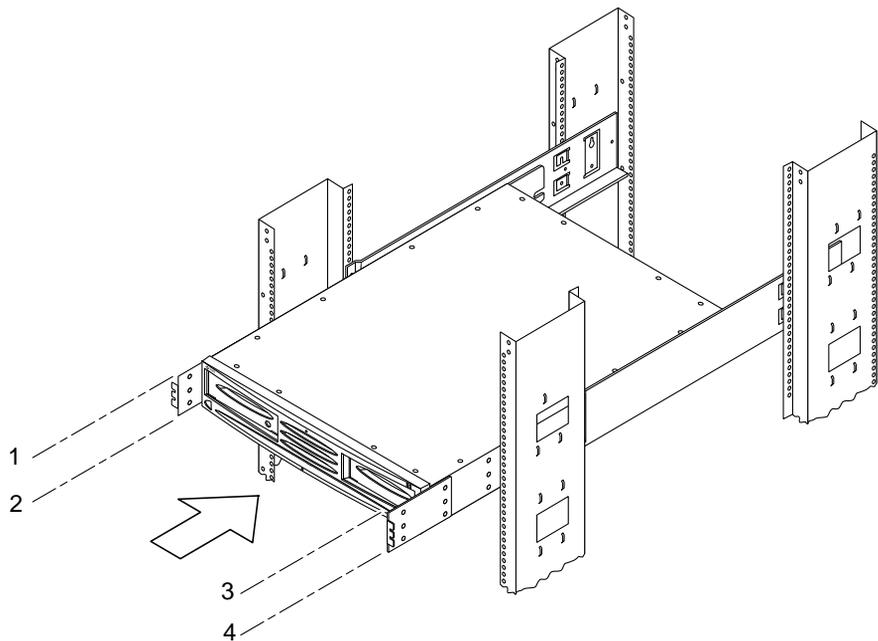

FIGURE 2-10 Insertion du plateau de stockage sur les rails de montage
9. Faites glisser le plateau de stockage sur les deux rails jusqu'à ce que les pattes de montage reposent complètement contre l'avant de l'armoire (FIGURE 2-10).